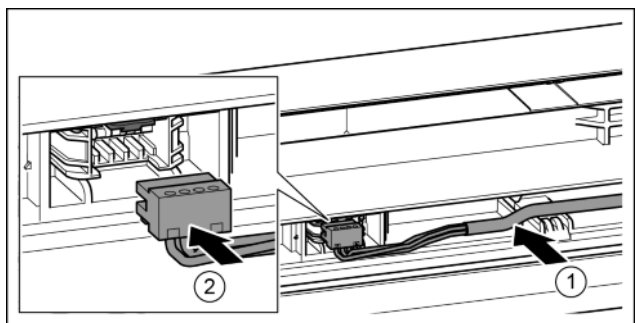

Fig. 42
- ▶ Вставте сірий кабель в направляючу в верхніх дверцятах. *Fig. 42 (1)*
- ▶ Зафіксуйте штекер. *Fig. 42 (2)*